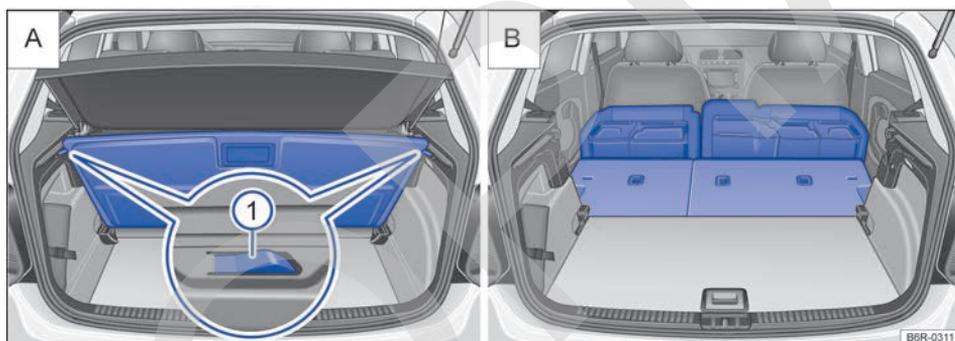

Fig. 143 En el maletero: **A**) Piso variable del maletero levantado. **B**) Maletero ampliado hacia delante.
- Para abrir el portaobjetos, levante el piso variable cogiéndolo por el asidero y presiónelo más allá de las pestañas de encastre → fig. 143 **A**) ① para fijarlo. ▶
El maletero queda ampliado hacia delante → fig. 143 [B].
- Amplíe el maletero hacia delante → fig. 143 [B].